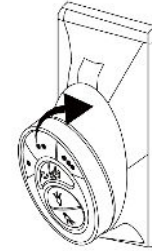

Figura 27
Paso 1. Para colocar el transmisor en la placa de pared, coloque primero el extremo inferior y luego presione la parte superior en la placa de pared. El transmisor ahora está sujeto a la placa de pared y funcionará desde aquí. (Figura 27)